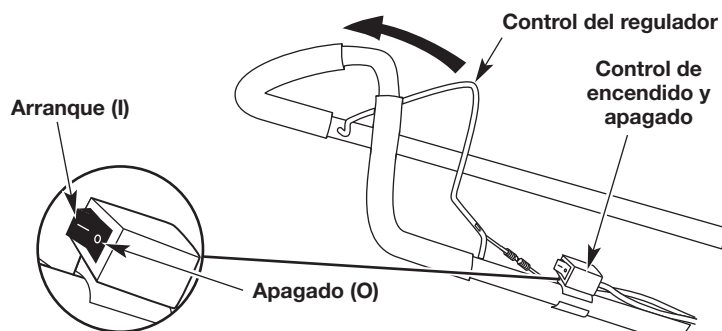

Fig. 4
NOTA: No hay necesidad de encender la unidad. El Control de Encendido y Apagado está en la posición ENCENDIDO (I), en todo momento (Fig. 4).
2. Oprima y mantenga oprimido el control de encendido y apagado en la posición de **APAGADO (O)** hasta que el motor se detenga por completo (Fig. 4).